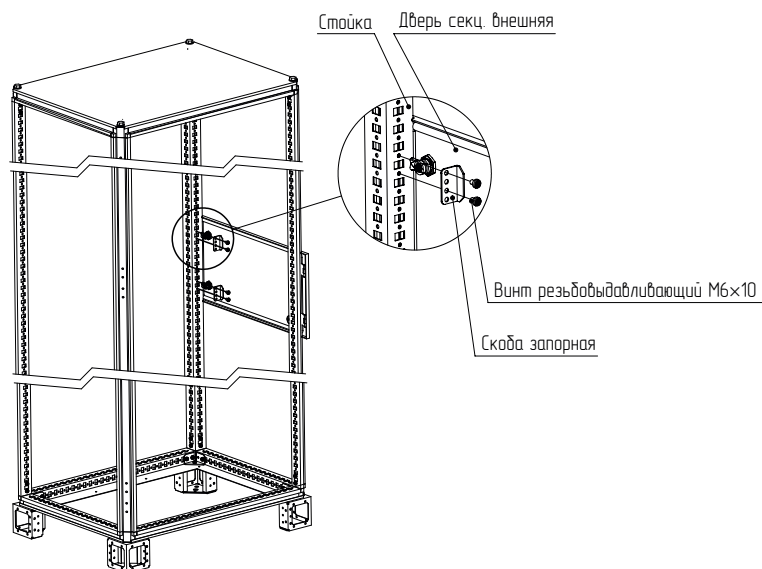

Рисунок 107
4.35.6 Установить скобу запорную на противоположной стойке, относительно крепления петель и закрепить винтами М6×10 (рисунок 107). Момент затяжки – 7 Н·м.